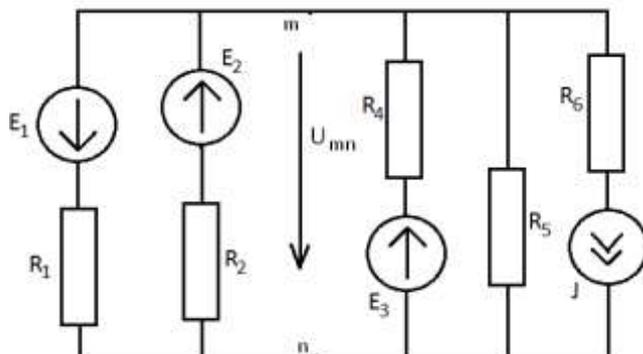

Рис.150
1.5.1. Удаляем из схемы ветвь с искомым током (см. рис.150)